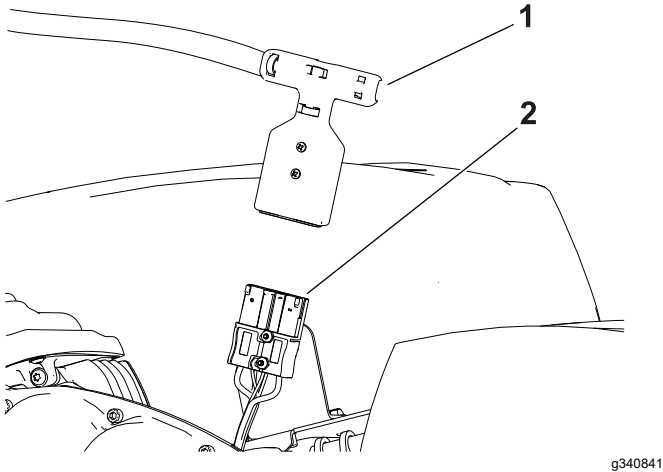

图 29
4. 从电池基座的主电源接头上断开主线束上的 T 形手柄接头 图 29。